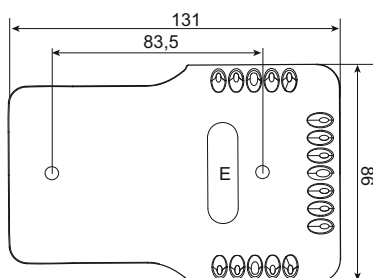

Fig. 5
4. Просверлите отверстие в стене (Ø 5мм); вставьте прилагаемые дюбели и винты, убедившись что провод проходит через отверстие E (Рис.5);
4. drill the holes in the wall (dia. 5 mm); then insert the plugs and screws supplied, making sure that the electrical wires pass through hole E (Fig. 5);